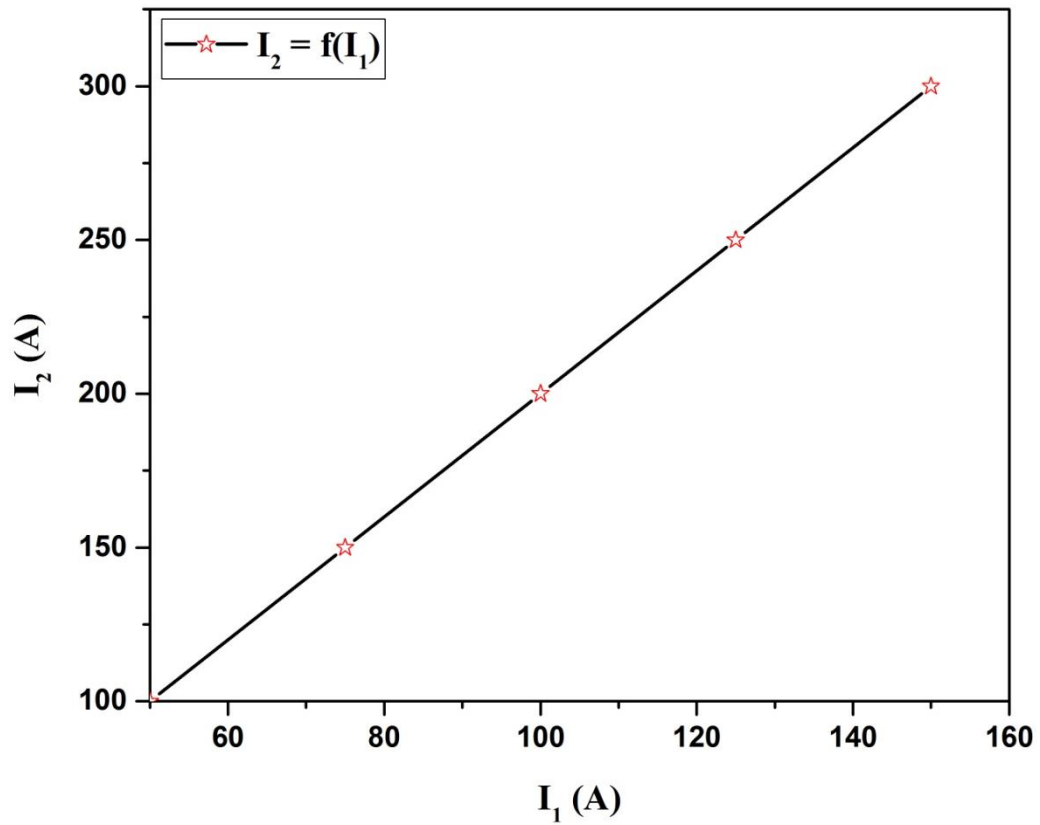

Figure 5.5: variation de I_2 en fonction de I_1
- la courbe $I_2 = f(I_1)$ est représentée sur la figure 5.5.
- On peut déterminer la valeur de A en calculant la pente de la droite présentée dans la figure 5.5.